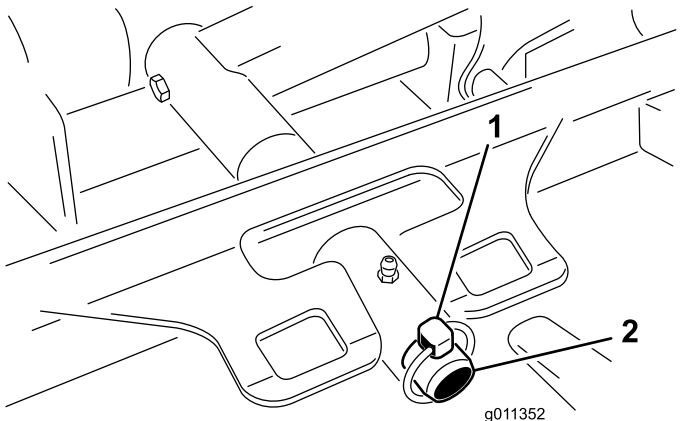

Bild 119
3. Entfernen Sie den Klappstecker (für Groundsmaster 4500-Maschinen) oder die Befestigungsmutter (für Groundsmaster 4700-Maschinen), mit dem bzw. der der Mähwerkträgerahmen am Lagerbolzen des Hubarms befestigt ist (Bild 119).
2. Schieben Sie den Trägerrahmen des Mähwerks auf den Lagerbolzen des Hubarms (Bild 119). Befestigen Sie das Mähwerk mit dem Klappstecker (für Groundsmaster 4500-Maschinen) oder der Befestigungsmutter (für Groundsmaster 4700-Maschinen) am Lagerbolzen.